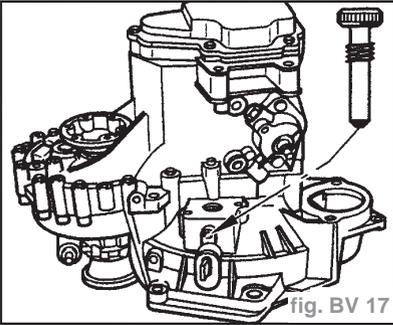

fig. BV 17
**Remarques :** Avant la pose de la boîte de vitesses, enfoncer le levier de débrayage en direction du carter de boîte de vitesses et le freiner à l'aide d'une vis de montage ou d'une vis M8 x 35. Le dévisser complètement après la pose de la boîte de vitesses. L'orifice est alors obturé au moyen de la 3ème vis de fixation du contre-palier pour câbles Bowden de commande (fig. BV 17).